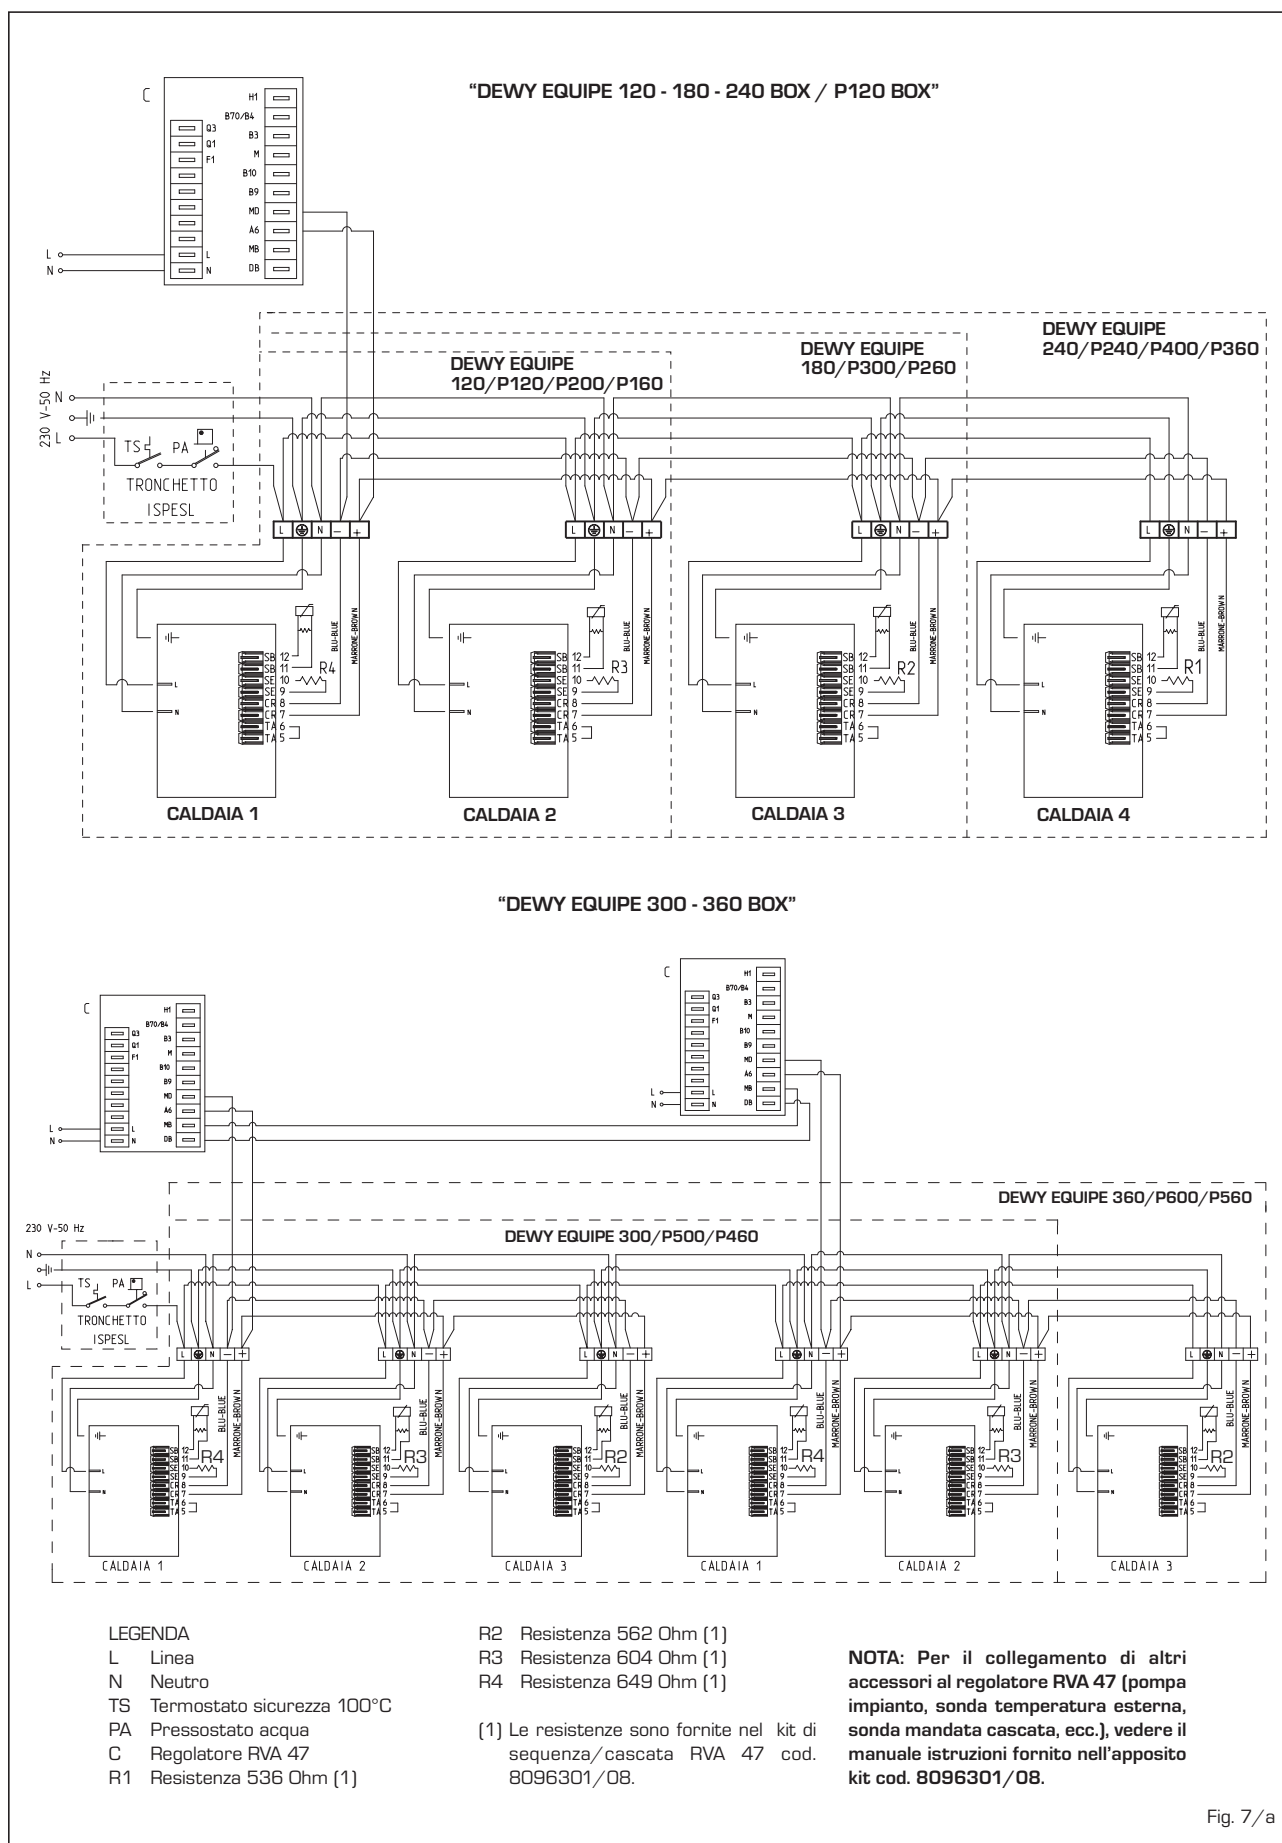

Fig. 7/a
Il montaggio del kit sicurezza ISPESL è obbligatorio. A seconda del posizionamento degli attacchi del modulo è possibile richiedere il kit cod. 8101510 per installazioni con attacchi sul lato sx, e il kit cod. 8101511 per installazioni con attacchi sul lato dx. Il kit è formato dai seguenti componenti (fig. 7):
2.8.1 Collegamento elettrico dei moduli in sequenza/cascata e kit sicurezze ISPEL (fig. 7/a)
Il collegamento elettrico dei moduli si effettua sulla morsetteria a sei poli posta nella scatola di derivazione. Per il collegamento dei moduli e l'alimentazione elettrica vedere lo schema riportato in fig. 7/a.
Togliere le due viti superiori della scatola di derivazione, fornita con il box, ed inclinare verso il basso la copertura della scatola. Togliere il copriforo nero ed inserire il regolatore RVA 47. Collegare elettricamente il regolatore RVA 47 come indicato dallo schema riportato in fig. 7/a. Completato il collegamento richiudere la copertura della scatola.